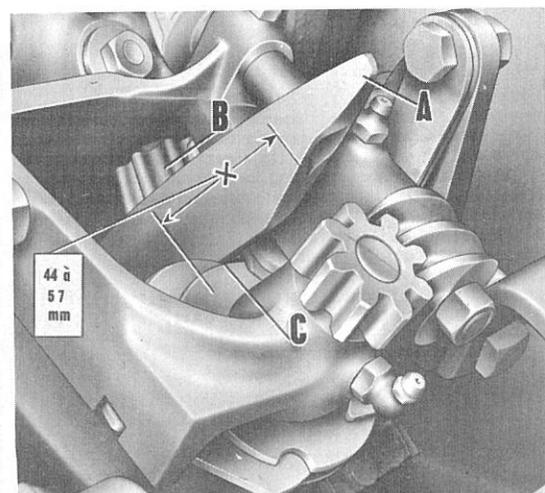
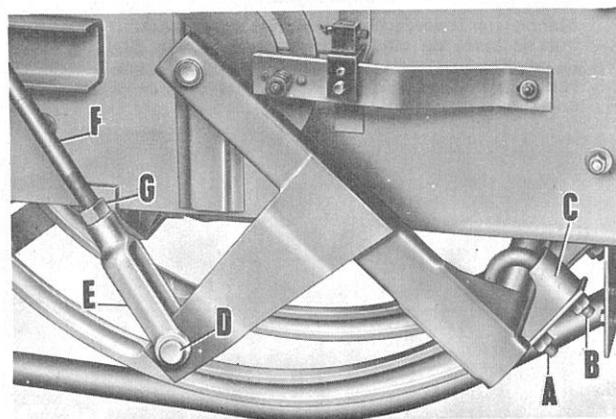

Fig. 31. Réglage des écartements des aiguilles.
Fig. 32. Réglage des écartements et de la hauteur des aiguilles.
(Se reporter aux Fig. 31 et 32)
2. Vérifier d'abord approximativement la hauteur. La hauteur de course des aiguilles est déterminée en mesurant la distance des disques à ficelle (C, Fig. 31) au bas du chas des aiguilles. Cette distance doit être de 44 à 57 mm, comme indiqué par la Fig. 31. Si elle ne l'est pas, retirer la goupille (D, Fig. 32) de la chape (E, Fig. 32) de la bielle de commande du porte-aiguilles (F, Fig. 32), desserrer l'écrou de blocage (G, Fig. 32) et faire tourner la chape jusqu'à ce que la distance voulue soit atteinte. Resserrer l'écrou de blocage (G, Fig. 32) sur la chape (E, Fig. 32) et remettre la goupille (D, Fig. 32) en place dans la chape et le porte-aiguilles.
3. Vérifier alors les écartements des aiguilles. Un espace d'environ 0,8 mm doit exister entre les aiguilles (A, Fig. 31) et le pignon du bec reteneur (B, Fig. 31). Pour positionner les aiguilles, desserrer les écrous (A et B, Fig. 32) sur les boulons en U de bridage et faire glisser les aiguilles, vers la gauche ou vers la droite, suivant le cas, jusqu'à ce que l'espace convenable soit obtenu.
4. Quand les aiguilles passent en face des disques à ficelle, l'espace entre la face interne de l'aiguille et le disque doit atteindre 0,8 à 1,5 mm (comme indiqué en C, Fig. 31). S'il faut rapprocher l'aiguille du disque, desserrer l'écrou arrière (B, Fig. 32) du boulon de la bride respective (C, Fig. 32) et resserrer l'écrou avant (A, Fig. 32). Pour écarter l'aiguille du disque, desserrer, au contraire, l'écrou avant (A, Fig. 32) du boulon en U de la bride respective et resserrer l'écrou arrière (B, Fig. 32).